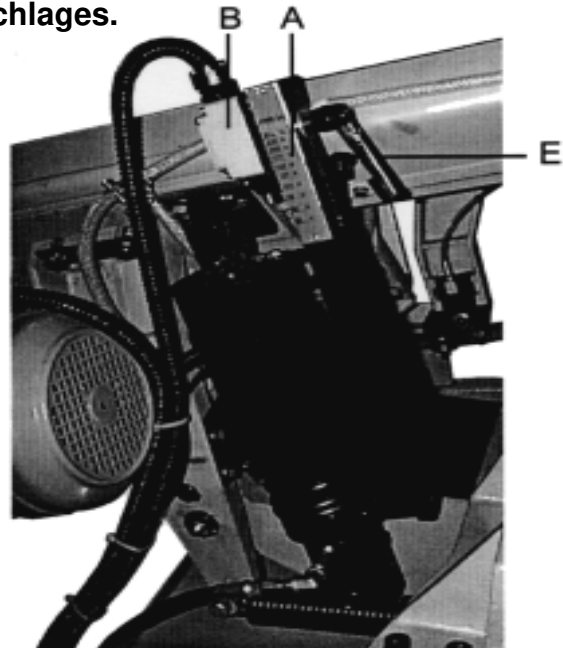

Fig. 11
2. Den obere Endschalter (B Fig.11) mittels des Spanngriffes (E Fig.11) lösen.
3. Den Schalter in die gewünschte Stellung - siehe Skala (A Fig. 11) stellen.
4. Den Spanngriff (E Fig.11) festziehen.